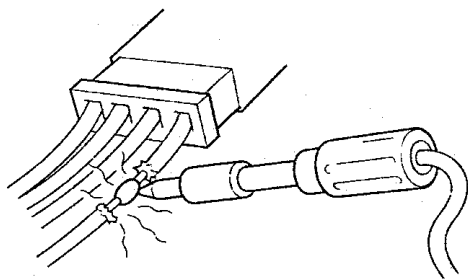

图 11-14 SRS 导线不能用焊接法修理
1) 千万不要试图修改、绞接或维修 SRS 导线,如果 SRS 导线发生断路或损坏,请更换线束。且不可采取,如图 11-14 所示的修理方法。